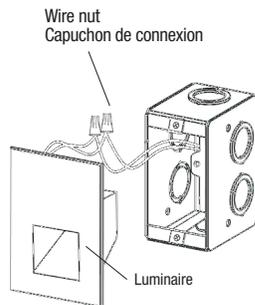

Fig. 1B
2. Make wire connections inside the junction box using wire nuts (Fig. 1B):
2. Effectuer les connexions électriques à l'intérieur de la boîte de jonction à l'aide des capuchons de connexion (Fig. 1B):